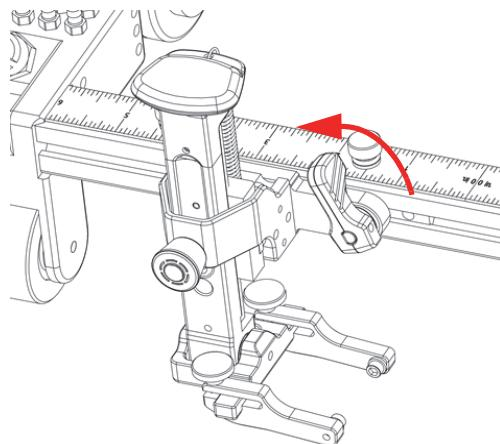

图 2-14 定位杆处于解锁位置
1. 逆时针转动定位杆, 解锁探头托架(参见第45页的图 2-14)。